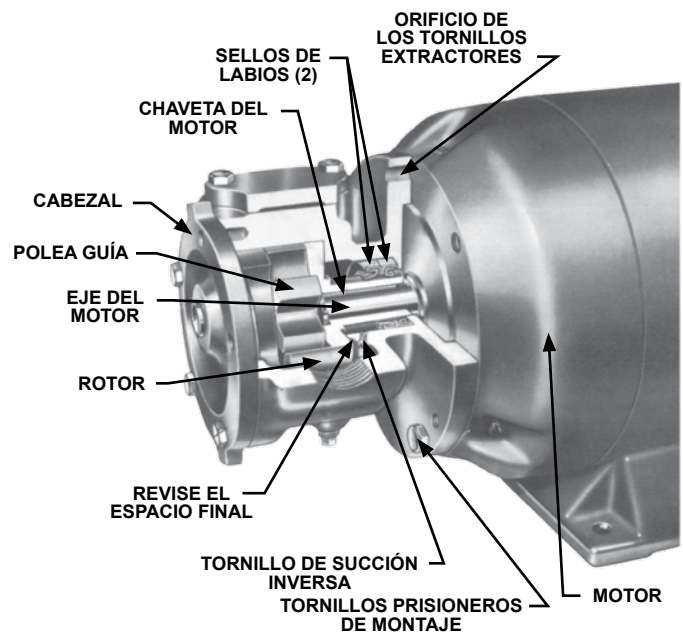

FIGURA 3
**NOTA:** Las bombas con sellos de labios, modelos G75, GG75, H75, HJ75, HL75, G75M, GG75M, H75M, HJ75M y HL75M están equipadas con una disposición interna de succión inversa. Se inserta un pequeño tornillo (autobloqueo) de succión inversa en un orificio en el lado de descarga de la bomba. Éste se puede ver a través de la abertura del puerto y detrás del rotor (**consulte la Figura 3**). El orificio en el lado de succión se debe dejar abierto para evitar daños a los sellos de labios. Ambos orificios están tapados en las bombas modelos G475, GG475, H475, HJ465, HL475, G475M, GG475M, H475M, HJ475M y HL475M con sello mecánico. Debido a que estas bombas tienen solamente dos piezas móviles y su rendimiento se prueba en la fábrica, rara vez causan problemas. Si llegara a haber problemas, siempre es recomendable investigar todas las causas posibles antes de desmontar la bomba. La mayoría de los problemas son causados por fugas de aire y obstrucciones en la tubería de succión.